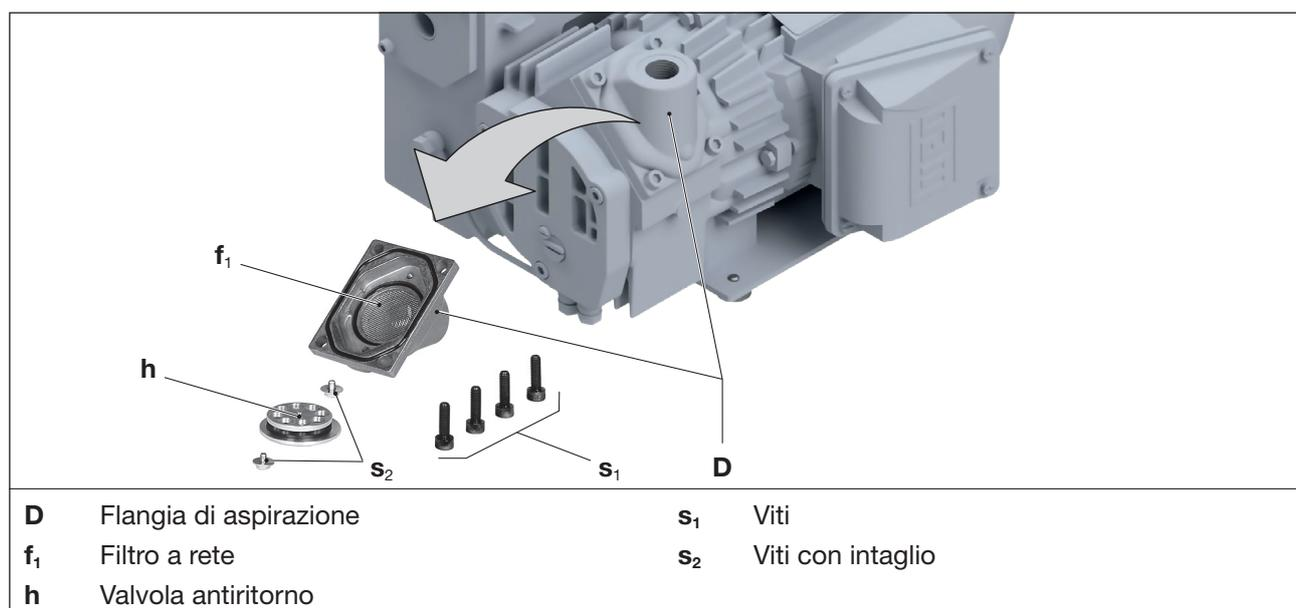

Fig. 6 Pulire il filtro a rete
Il filtro a rete (Fig. 6/f1) deve essere lavato o soffiato più o meno frequentemente in base al grado di sporcizia, oppure deve essere sostituito.
- Allentare le quattro viti (Fig. 6/s1) sulla flangia di aspirazione (Fig. 6/D) e rimuoverla.
- Allentare le due viti con intaglio (Fig. 6/s2) sulla valvola di non ritorno (Fig. 6/h) e rimuovere la valvola di non ritorno dalla flangia di aspirazione.
- Rimuovere il filtro a rete (Fig. 6/f1) dalla flangia di aspirazione e pulirlo.
- Inserire il filtro a rete (Fig. 6/f1) nella flangia di aspirazione (Fig. 6/D). Inserire quindi la valvola di non ritorno (Fig. 6/h) e fissarla con le due viti con intaglio (Fig. 6/s2).
- Montare la flangia di aspirazione (Fig. 6/D) sulla pompa con le quattro viti (Fig. 6/s1). Coppia: 10 Nm